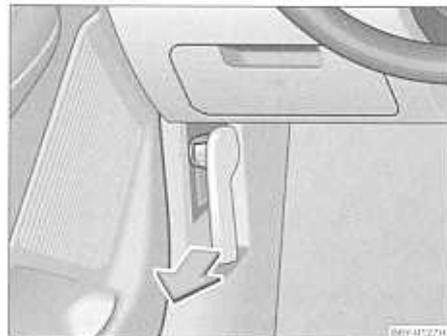

Fig. 123 Palanca de desbloqueo para el capó
- Tire de la palanca desbloqueadora situada debajo del cuadro de instrumentos, lado del conductor → fig. 123.
- Desenclave el capó ⇒ página 177, fig. 123.